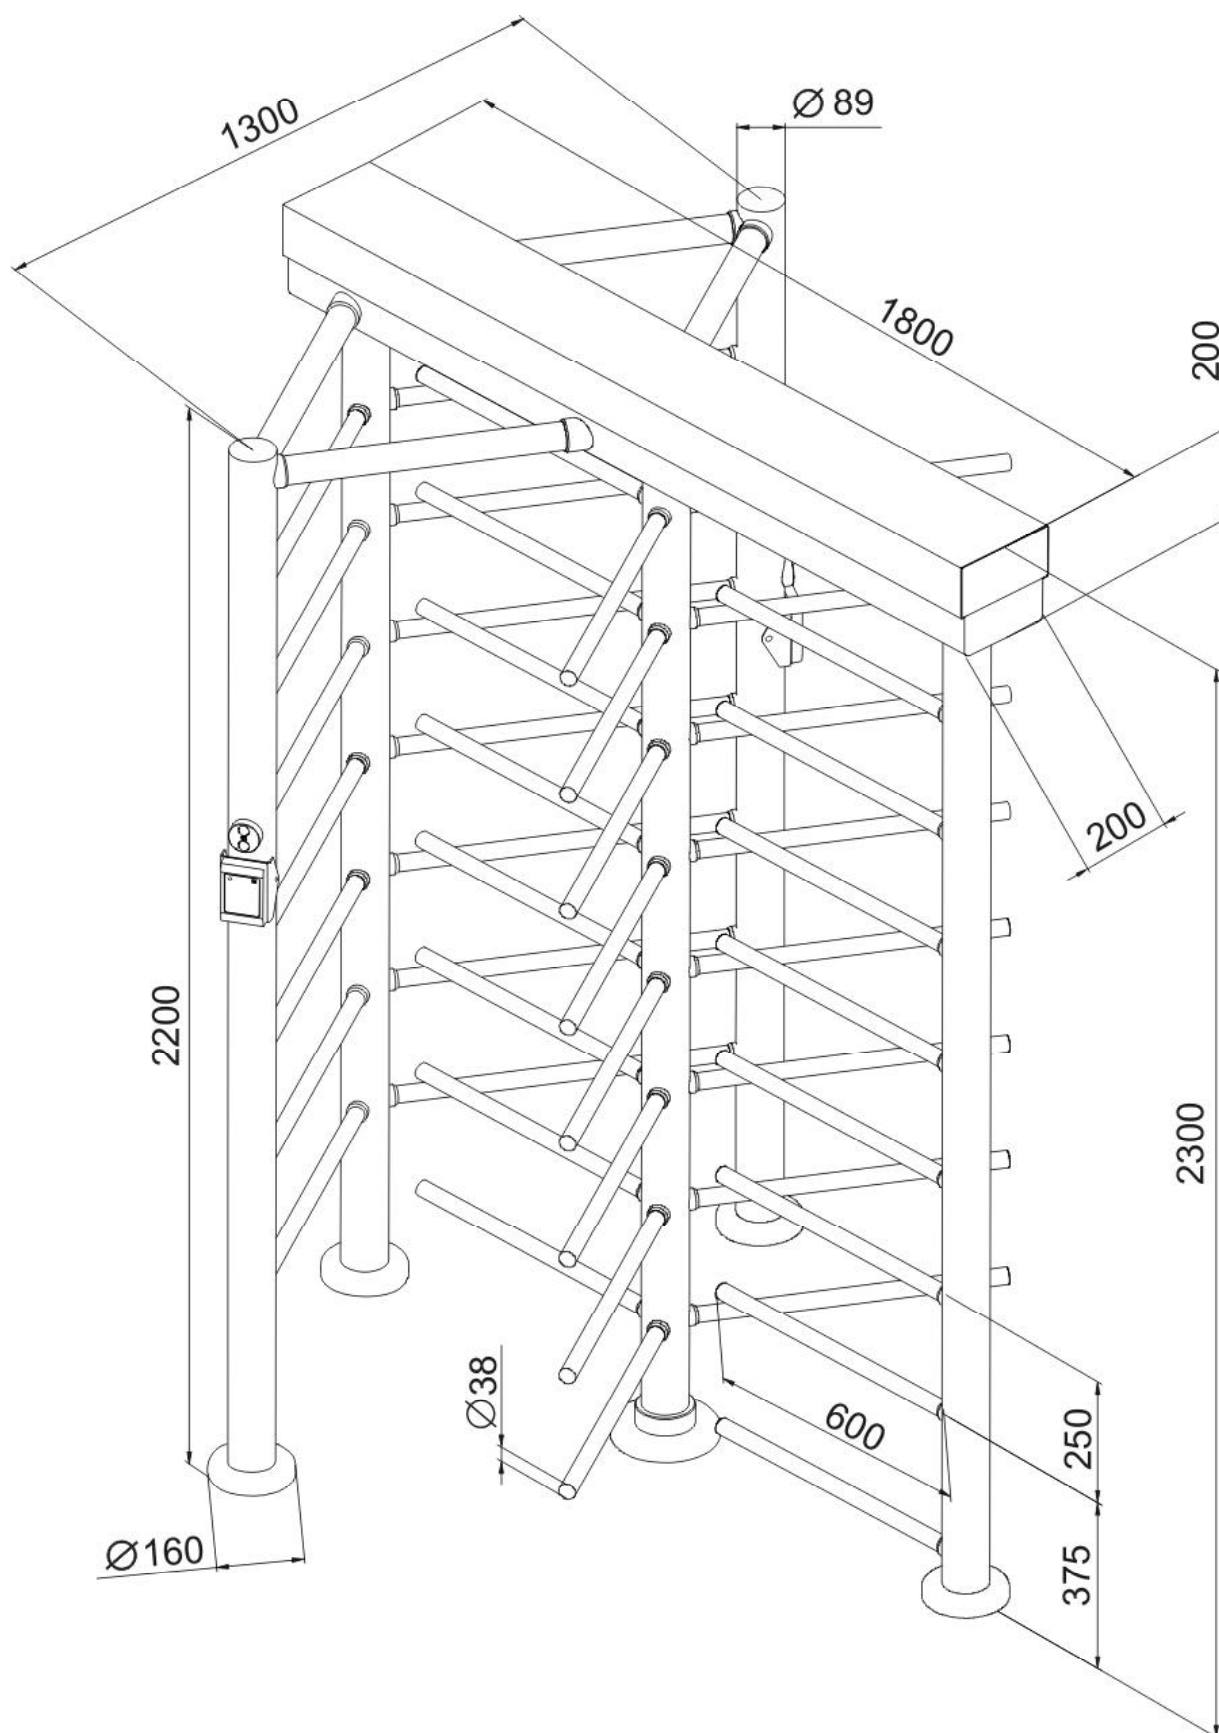

Рис. 1. Габаритный чертеж.
— при автономной работе турникета в шлюзовом режиме ротор при сборке разворачивается на 180° по отношению к позиции, занимаемой им на рис. 1 (рис. 1а) Приложения за счет перестыковки полумуфт; проход через турникет в этом случае производится за два такта: при первом открытии стопоров производится вход в шлюз, образованный створками турникета, и блокировка ротора в этом положении; при втором открытии стопоров (втором такте прохода) осуществляется выход из шлюза; управление осуществляется оператором с ПУ.
- Рис. 1. Габаритный чертеж.
- Рис. 1а. Ориентация турникета для режима «шлюз».
Рис. 1а. Ориентация турникета для режима «шлюз».